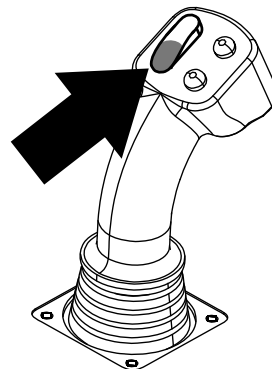
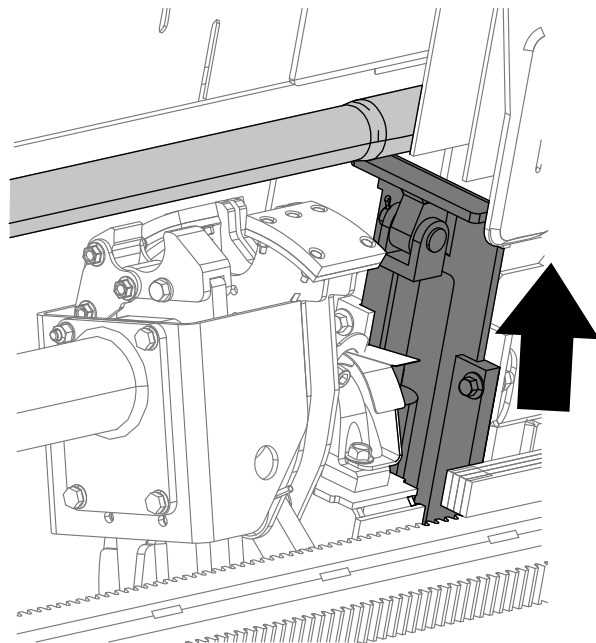

Figure 20
Figure 21
11. Maintenez le bas de l'interrupteur à bascule enfoncé (Figure 20) jusqu'à ce que l'élévateur remplace la tige dans le porte-tiges et que la came revienne à la position de repos (Figure 21).